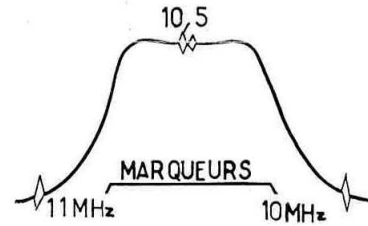

FIG. 3
- Régler les noyaux 1 et 2 pour obtenir une courbe symétrique d'amplitude maximum (Fig. 3), le point 10,5 MHz bien centré sur le plat du sommet de la courbe, le plan de celui-ci bien horizontal. Hauteur d'image 15 à 20 mm.